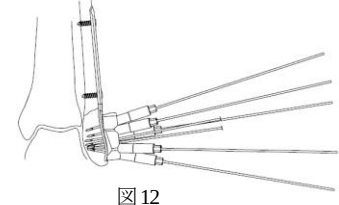

図12
- 12) 遠位部骨片の整復位を確実に維持する為、続いて、最遠位、中間3箇所ロックングスクリューホールに、ガイドピンスリーブを介して13 ガイドピンを刺入します。（図12）